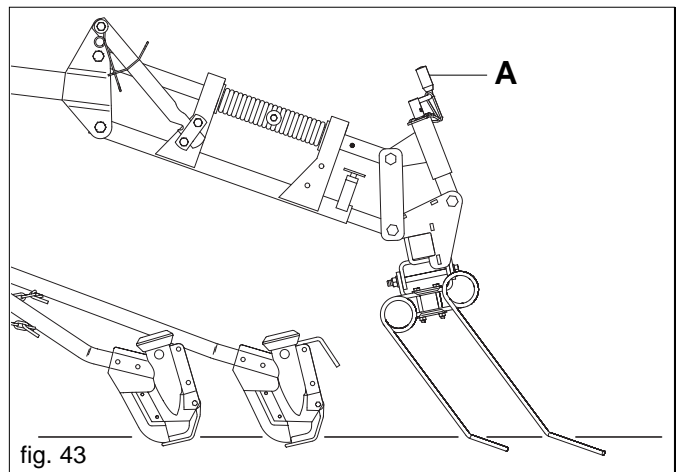

fig. 43
Die normale Arbeitsposition der Egge wird auf Abb. 43 illustriert. In dieser Position ist der Verschleiß der kurzen und langen Zähne gleichförmig. Durch Einwirken auf die Einstellkurbel (A) kann die Neigung der Egge verändert werden.